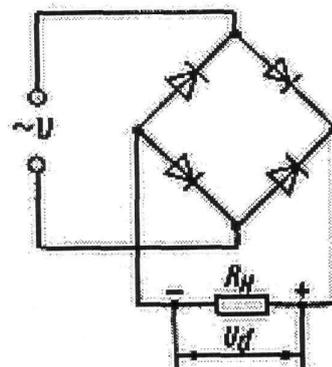

Рис. 9.1
4. Составляем схему мостового выпрямителя (рис.9.1). В этой схеме каждый из диодов имеет параметры диода КД202Н: $I_{\text{доп}} = 1 \text{ А}$, $U_{\text{обр}} = 500 \text{ В}$.